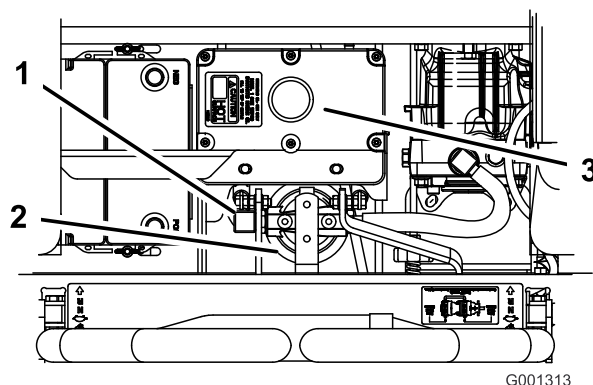

Figure 70
4. Débranchez la conduite hydraulique droite qui est raccordée à l'adaptateur (Figure 70).
6. Rebranchez la conduite hydraulique droite à l'adaptateur (Figure 70).